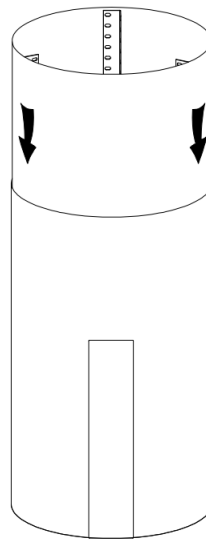

Рис. 7
8. Вставте внутрішній димохід у корпус витяжки. Див.рис.7.